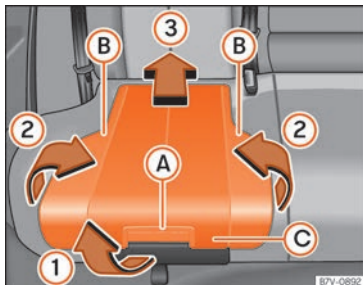

Fig. 32 Siège intégré pour enfants : lever l'assise.
- Tirez le coussin de siège vers l'avant avec le levier de déblocage »» fig. 32 (A) dans le sens de la flèche »» fig. 32 (1).
- Pliez vers le haut les deux côtés »» fig. 32 (B), dans le sens de la flèche »» fig. 32 (2).
- Poussez le coussin de siège vers l'arrière »» fig. 32 (C) dans le sens de la flèche »» fig. 32 (3) jusqu'à ce qu'elle s'encastre.